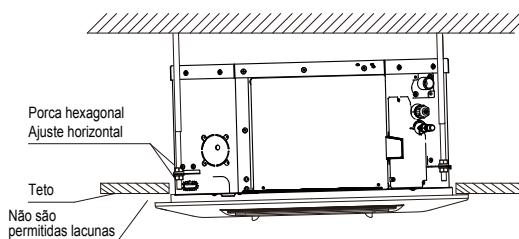

Figura 3.17
- Não deixe folga entre o teto e o painel. Consulte a Figura 3.17.